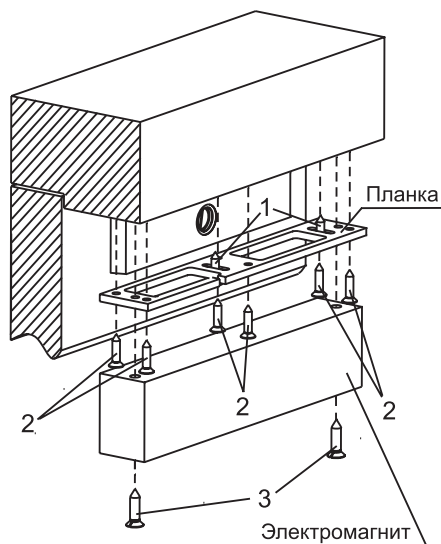

Рисунок 2 – Схема установки замка на планку
3. Закрепите планку (уголок) на дверную коробку шурупами поз. 1 (рис. 2, 3), предварительно обеспечивая подвижность планки (уголка) для дальнейшей регулировки.